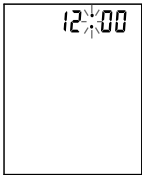
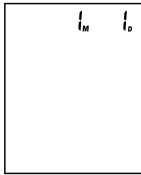

Рис. 3
Рис. 3-1
- После установки батареек, в выключенном состоянии прибор показывает попеременно время (часы и минуты) и дату (месяц и день), см. Рис. 3 и Рис. 3-1.